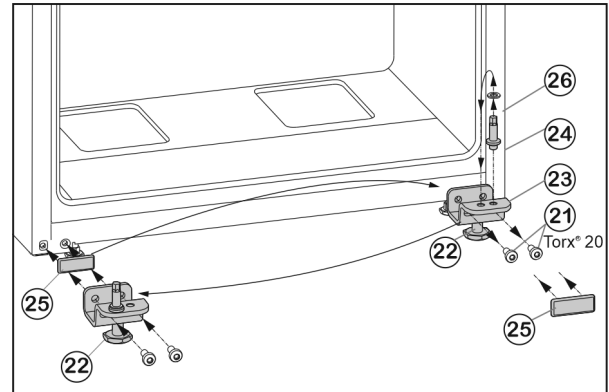

Fig. 7
- ▶ Svitare le viti di fissaggio Fig. 7 (21).
- ▶ Rimuovere completamente il cuscinetto di supporto inferiore Fig. 7 (23) con il perno del cuscinetto Fig. 7 (24), la rondella Fig. 7 (26) e il piede di regolazione Fig. 7 (22).
- ▶ Svitare completamente il perno del cuscinetto Fig. 7 (24) con la rondella Fig. 7 (26) spostarlo nel foro di inserimento situato sul lato opposto del cuscinetto di supporto e riavvitare saldamente.
- ▶ Estrarre con cautela la piastra di copertura Fig. 7 (25) e riapplicarla sul lato opposto.
- ▶ Riavvitare **saldamente (con una coppia di 4 Nm)** tutto il cuscinetto di supporto inferiore Fig. 7 (23) con il perno del cuscinetto Fig. 7 (24), la rondella Fig. 7 (26) e il piede di regolazione Fig. 7 (22) sul lato della nuova cerniera, eventualmente con l'ausilio di un avvitatore a batteria.
- ▶ Inserire la porta dall'alto sul perno del cuscinetto Fig. 7 (24).
- ▶ Svitare il piede di regolazione Fig. 7 (22) sul cuscinetto di supporto inferiore Fig. 7 (23) fino a quando non poggia a terra.